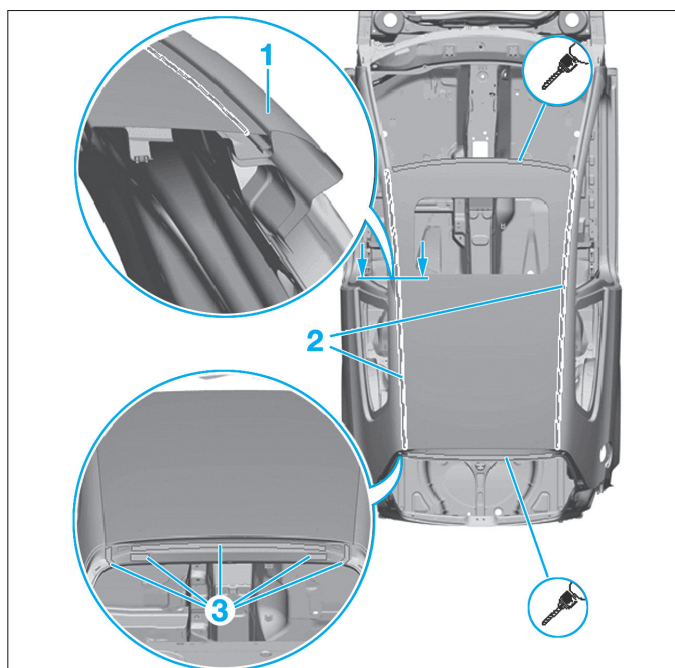

FIG. 117
- Désolidariser les assemblages collés avec les traverses avant et arrière de pavillon (3) (Fig.117).
- Découper grossièrement les cordons de soudure au laser parallèlement aux hauts de caisse (2).